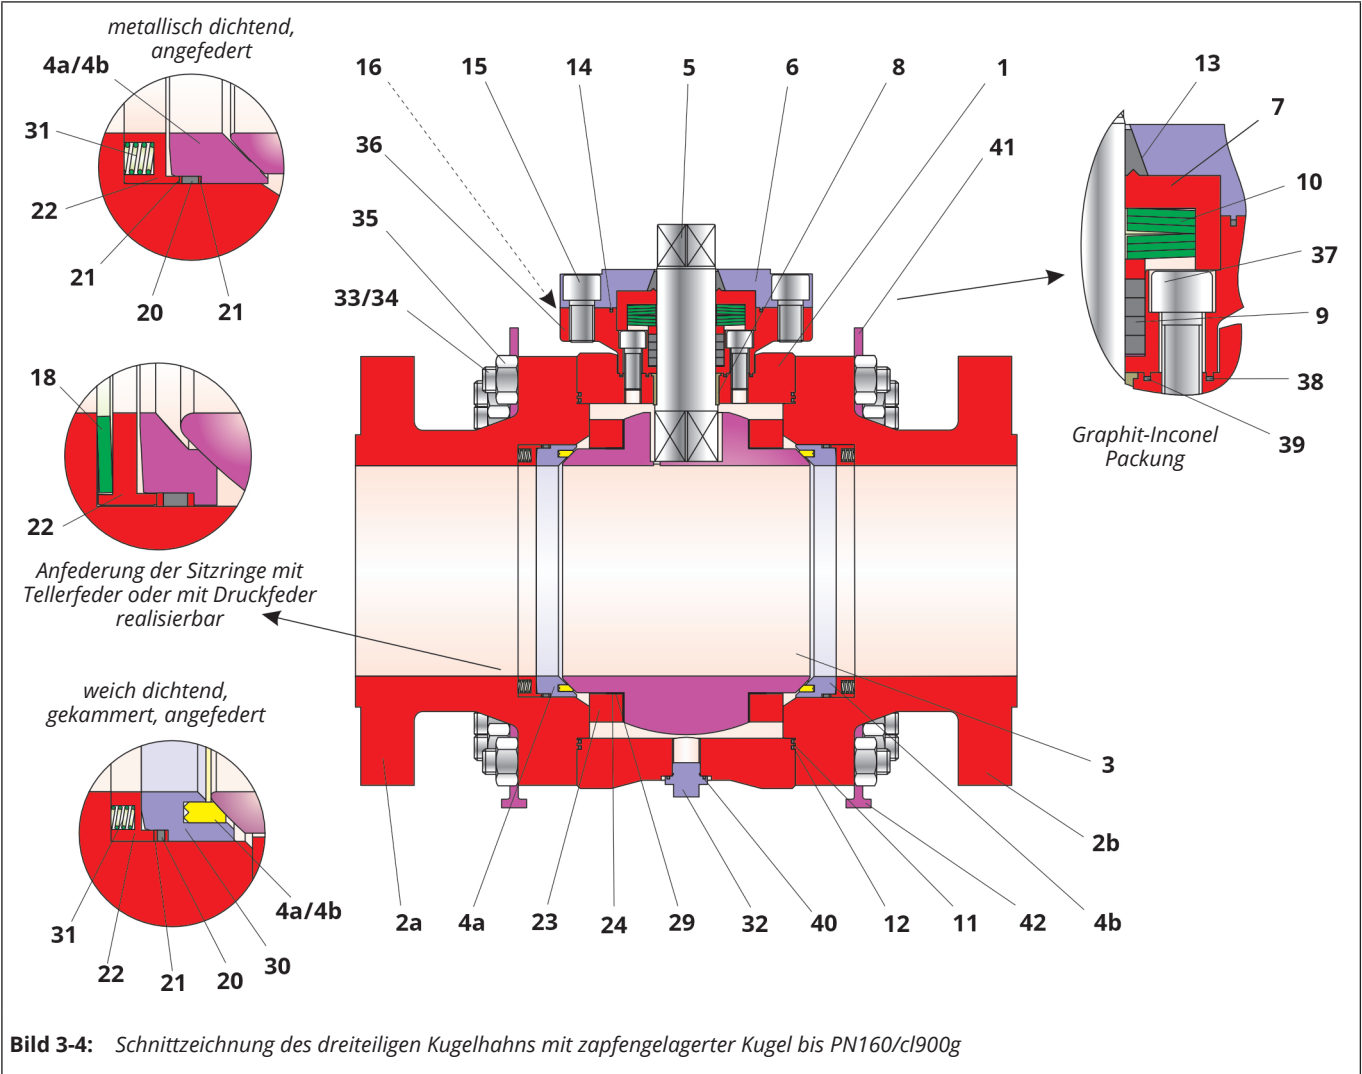

Bild 3-4: Schnittzeichnung des dreiteiligen Kugelhahns mit zapfengelagerter Kugel bis PN160/cl900g
Die in Bild 3-4 dargestellte Lage und Anordnung der Einzelteile ist bei der Montage einzuhalten.
- ⇒ Graphitpackung (9) mit einer leicht drehenden Bewegung über die montierte Schaltwelle (5) schieben und in die Packungsaufnahme des Deckelflansches (36) einlegen, vgl. Bild 3-4.
- ⇒ Tellerfedersatz (10) auf die Packung (9) legen. Anordnung der Tellerfedern vgl. Bild 3-4.
- ⇒ Buchse (7) über die Schaltwelle (5) schieben, so dass sie auf den Tellerfedern (10) aufliegt und diese zentriert.
- ⇒ Kohlegraphitring (13) vorsichtig über die Schaltwelle (5) bis auf die Buchse (7) schieben.
- ⇒ Kohlegraphitring (14) in die Nut des Stopfbuchsflansches (6) einlegen.
- ⇒ Stopfbuchsflansch (6) über die Schaltwelle (5) auf das Grundgehäuse (1) aufsetzen.
- ⇒ Schrauben (15) leicht einfetten.
- ⇒ Stopfbuchsflansch (6) mit den Schrauben (15) justieren.